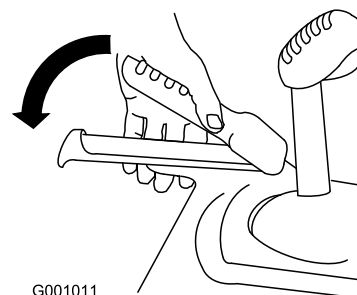

Figura20
3. Strângeți maneta din partea stângă (tracțiune) de mâner (Figura20).
6. Strângeți maneta din partea stângă (tracțiune) de mâner (Figura20).